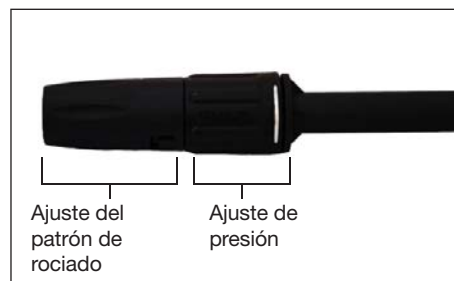

Figura 20 - Ajuste de pulverización
- ◆ PW1825 y PW1835: Vierta jabón en el recipiente del jabón. Ajuste la lanza a la posición de Jabón. Vuelta a baja presión (Figura 20)